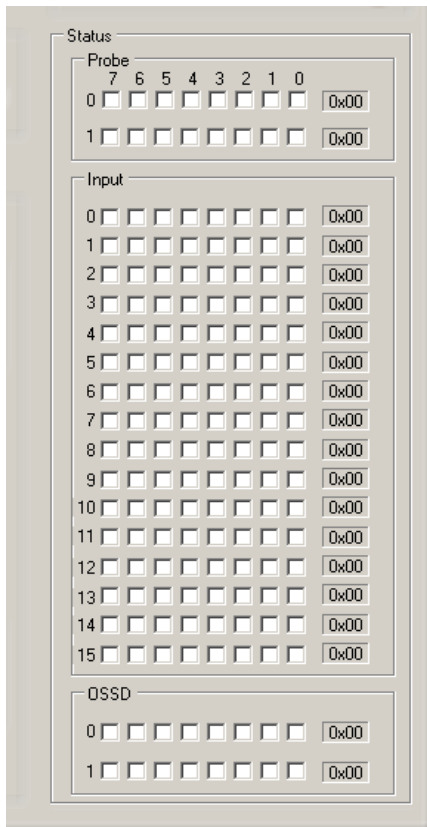
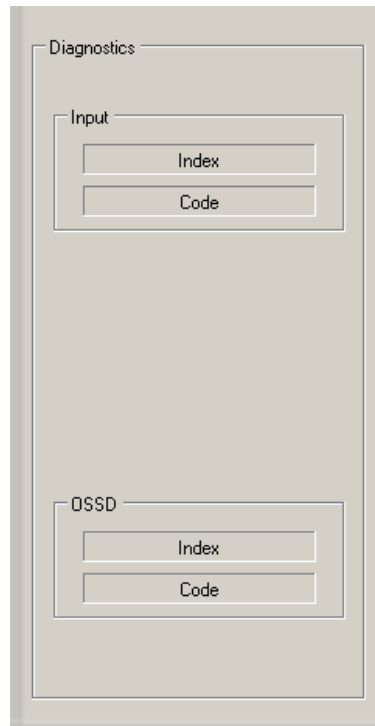

Abbildung 12
Abbildung 13
- Abbildung 12 und Abbildung 13 stellen die Situation von Eingängen, Ausgängen und ihre Diagnostik (die zyklisch angezeigt wird, sollte mehr als ein nicht korrektes Ereignis auftreten) dar.